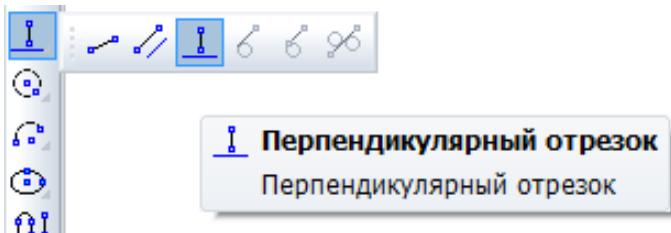

Рис. 1.2. Выбор типа отрезка
5. При построении отрезка  $p_3 - p_4$  перпендикулярно отрезку  $p_1 - p_2$  воспользуйтесь Панелью расширенных команд. Для этого щелкните на кнопке *отрезок* и не отпускайте кнопку мыши. При этом раскроется соответствующая Панель расширенных команд. Не отпуская левую кнопку мыши, поместите курсор на кнопку *Перпендикулярный отрезок* и отпустите кнопку мыши, рис. 1.2.